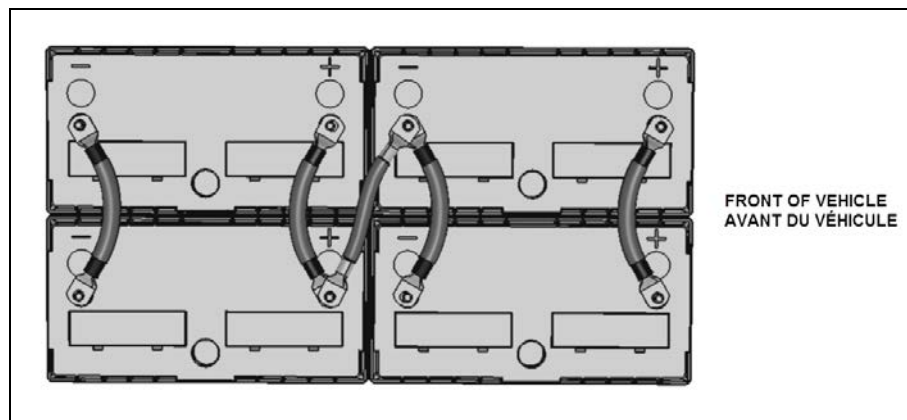

Fig.7 Positionnement des batteries dans la boîte (bornes positives et négatives)
12. Réinstaller les batteries selon la Fig.7.
14. Reconnecter les batteries selon les Fig.7 et 8.